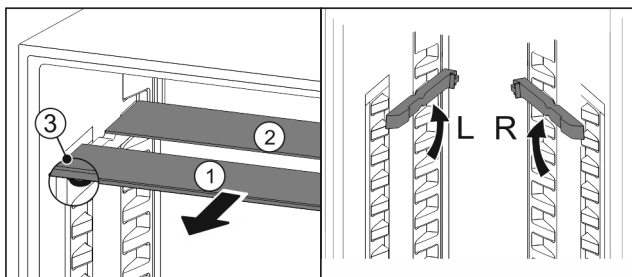

Fig. 105
- Glasplaten afzonderlijk vanaf de voorkant eruit trekken Fig. 105 (1).
- Glasplaat Fig. 105 (1) met sierlijst ligt voor.
- Stops Fig. 105 (3) zijn naar onder gericht.